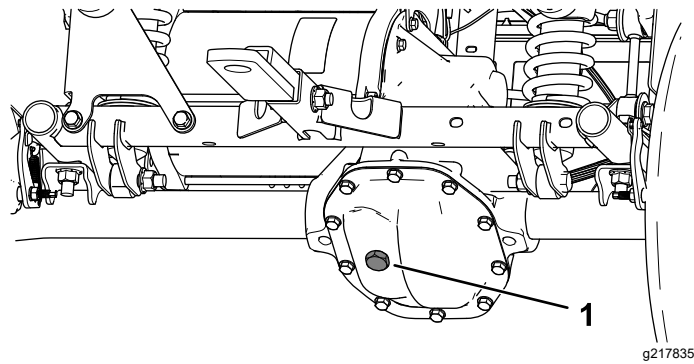

图 47
4. 卸下驱动桥上的加注塞 图 47。
5. 如果液位过低应卸下加注塞添加指定液体直至其溢出加注孔 图 47。
4. 取下驱动桥上的加注塞并向驱动桥加注指定液体直至溢出加注孔图 47。